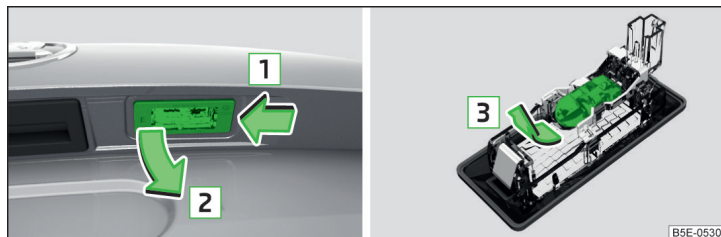

Fig. 336 Retirar luz de matrícula / cambiar bombilla
- Presione la lámpara en sentido de la flecha [1] » fig. 336 hasta que se suelte.